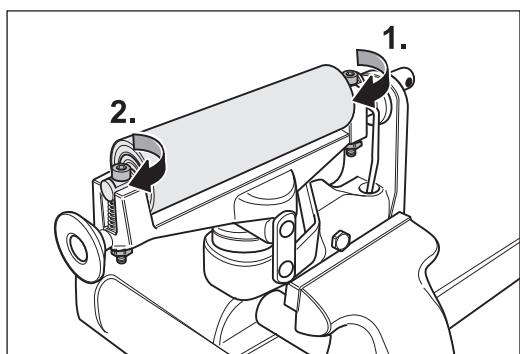
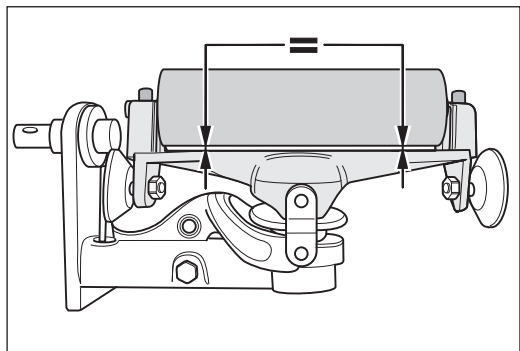

Abb. 53 Anziehen der ungefederten Seite (1.) und anschließend der gefederten Seite (2.), so dass ...
Abb. 54 ... die Spannwalze parallel zum Aggregat-Oberteil liegt.
- 7 Ziehen Sie die Schraube an der ungefederten Lagerbockseite fest (Abb. 53, 1.).
- 8 Drehen Sie die Schraube der gefederten Seite der Spannwalze (Abb. 53, 2.) so weit hinein, bis die Spannwalze parallel zum Aggregat-Oberteil liegt (Abb. 54).